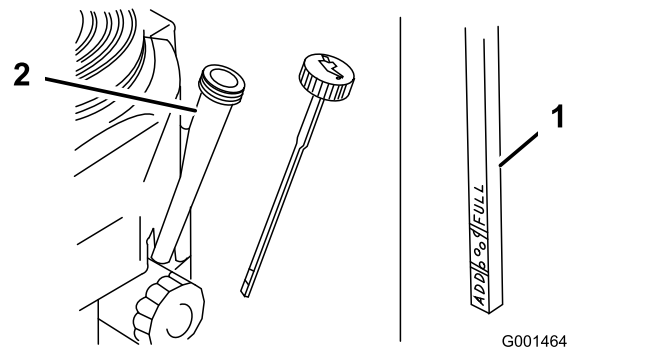

Figure 22
3. Nettoyez la surface autour de la jauge d'huile (Figure 22) pour éviter de faire tomber des impuretés dans l'orifice de remplissage, ce qui endommagerait le moteur.
4. Retirez la jauge d'huile et essuyez soigneusement son extrémité (Figure 22).
5. Remettez la jauge au fond du tube de remplissage, mais sans la visser (Figure 22).
10. Versez avec précaution environ 80 % de la quantité d'huile spécifiée dans le goulot de remplissage (Figure 22).